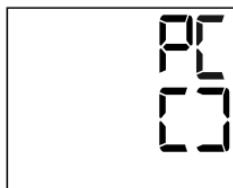

Fig. 1
■ Avviare la trasmissione dei dati nel software per PC „medi.connect”. Durante la trasmissione dei dati sul display viene visualizzata un’animazione. La riuscita della trasmissione dei dati viene rappresentata sul display del misuratore di pressione come raffigurato nella Fig. 1.